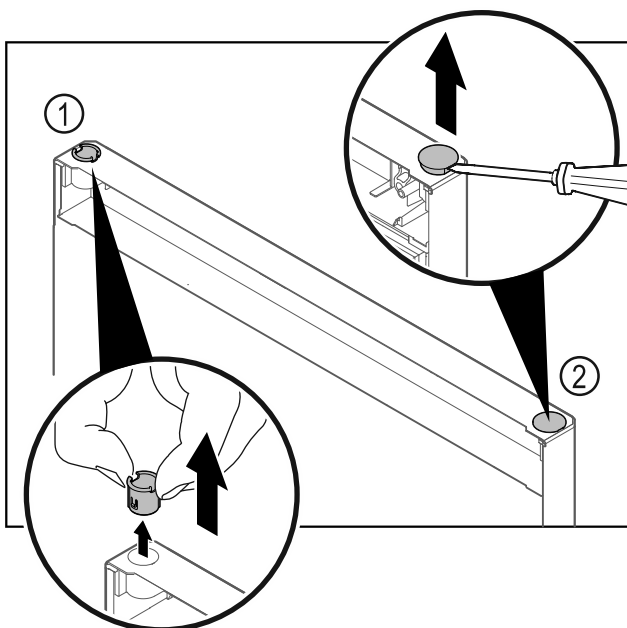

Fig. 19
- Træk hængselbøsningen Fig. 19 (1) ud med fingrene.
- Løsn afdækningsproppen Fig. 19 (2) forsigtigt med en flad skruetrækker, og træk den ud.